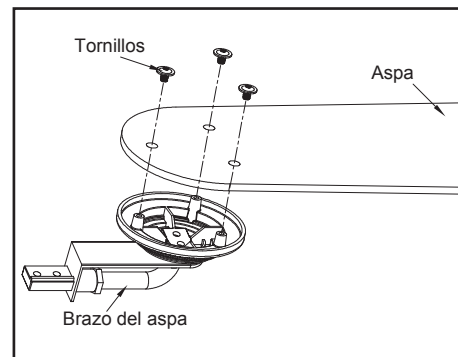

Figura 12
1. Fija un aspa a su soporte alineando los tres orificios de tornillo en el aspa con los correspondientes del soporte y asegúra con los tornillos incluidos. Repite el procedimiento para las aspas restantes. (Figura 12)